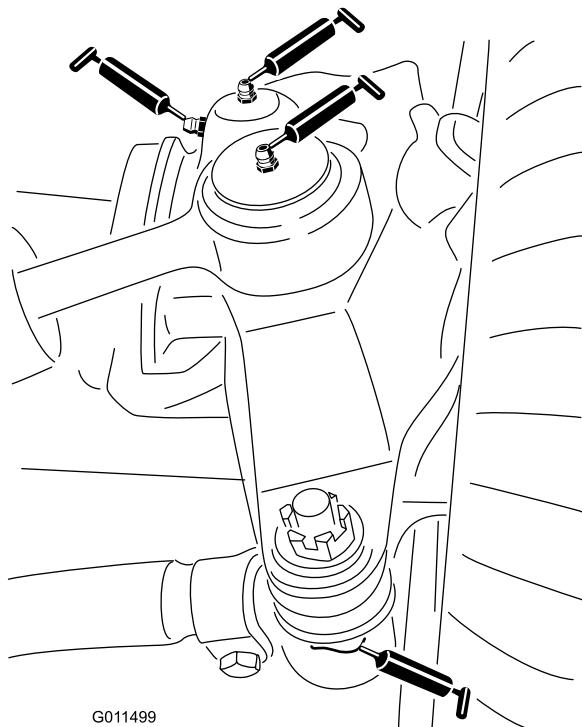

Figura 62
- Articulaciones esféricas del cilindro de dirección (2) (Figura 62)
- Articulaciones esféricas de las bielas (2) (Figura 62)
- Casquillos del pivote de dirección (2) (Figura 62).